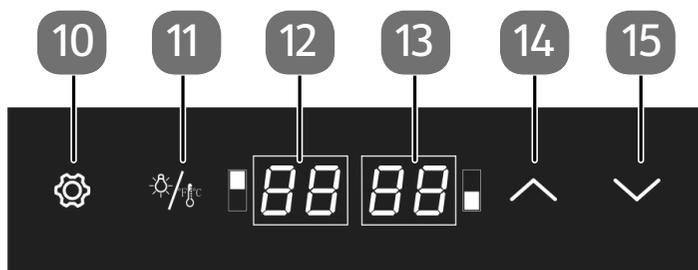

Abb. 2
- 3) Bedienelemente (nicht dargestellt, auf der Türvorderseite, siehe Abb. 2)